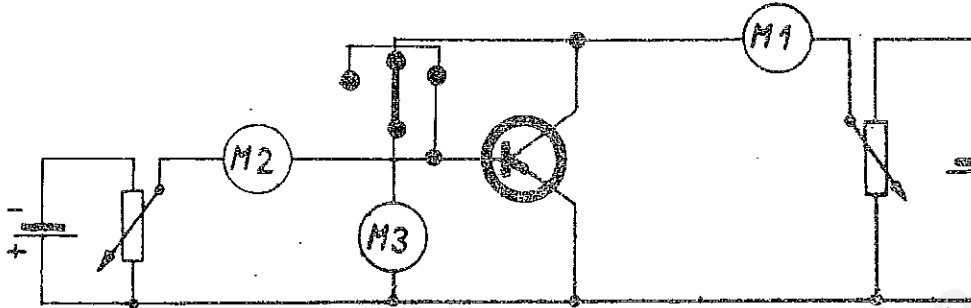

Abb. 10
b) Im Falle, dass die Spannungsklemmen am Transistorenhalter über Kabel mit den am Gerät befindlichen Trennbuchsen verbunden sind, geschieht die Messung der Werte $\bar{\beta}$ und U_{BE} gemäss Schaltung auf Abb. 10.